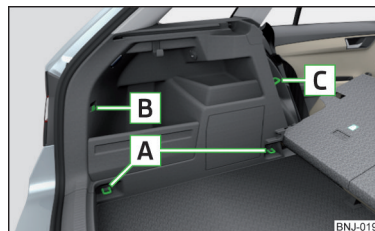
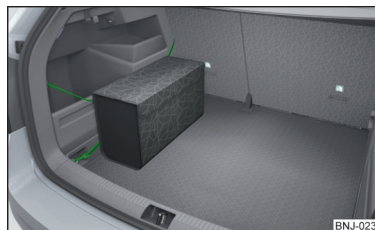

Fig. 94
Fig. 97
Panoramica degli elementi di fissaggio » fig. 94
- Gli occhielli di ancoraggio **A** » fig. 94 a pag. 87 non possono essere utilizzati per il fissaggio di reti quando il piano di carico variabile si trova in posizione superiore » pag. 93¹⁾.
La borsa » fig. 97 può essere fissata agli elementi di fissaggio **A**, **B** e **C** » fig. 94 a pag. 87.